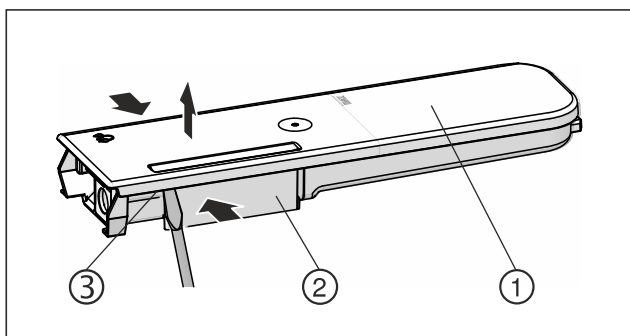

Fig. 128
- ▶ Ścisnąć zbiornik wody Fig. 128 (2), a pokrywę Fig. 128 (1) podnieść ostrożnie nad uchwyty zatrzaśkowe Fig. 128 (3) i pociągnąć w górę.
- ▶ Pokrywę przestawić delikatnie w przód i w tył Fig. 128 (1) i pociągnąć w górę.